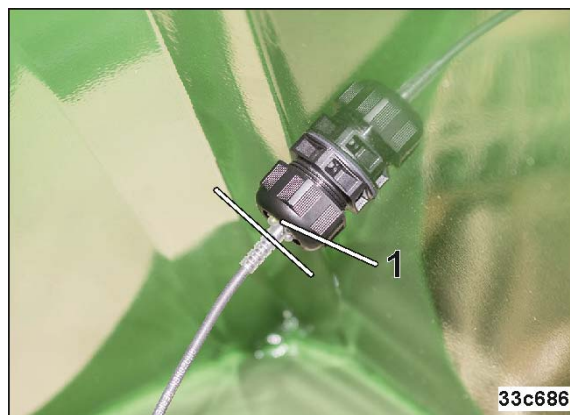

Fig. 148
4. Füllstandssensor so weit in die Aufnahme stecken, bis der Kabelausgang bündig in der Aufnahme steckt (Fig. 148/1).